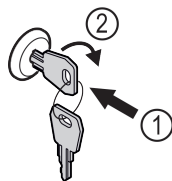

Fig. 144 Exempel
- Sätt in nyckeln Fig. 144 (1).
- Vrid nyckeln 90° medurs Fig. 144 (2).